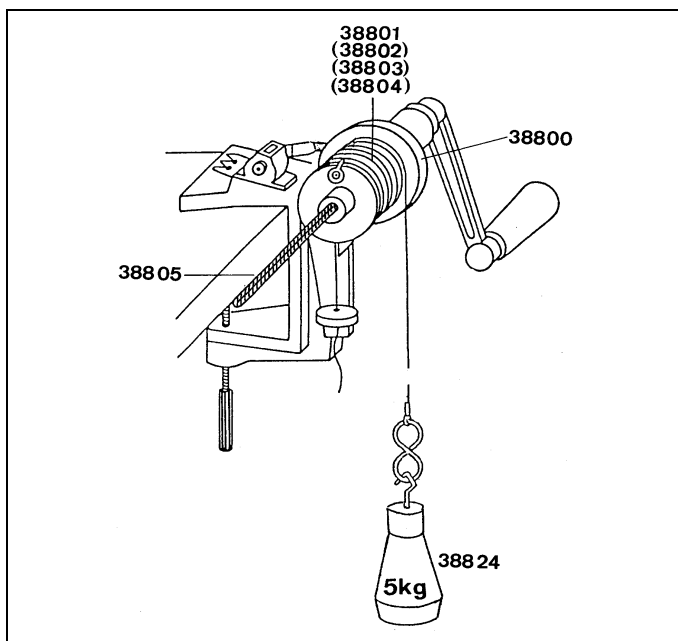

Fig. 5.1
3.2.1 Temperaturmessung mit Thermometer (s. Fig. 5.1)
3.2.1 Temperature measurement with thermometer (see Fig. 5.1)
Grundgerät nach Fig. 5.1 oder 5.2 an einer Tischecke befestigen. Gefüllten Kalorimeterkörper einsetzen, dazu Nietzapfen ⑩ am Boden des Kalorimeterkörpers in die Schlitz des Tellers stecken und so drehen, daß sie einrasten und der Kalorimeterkörper fest sitzt.
Mount the basic apparatus to a corner of a table according to Fig. 5.1 or 5.2. Attach the filled calorimeter by pushing the rivet pins ⑩ into the sockets of the disc and twist the calorimeter body to lock the pins in place.